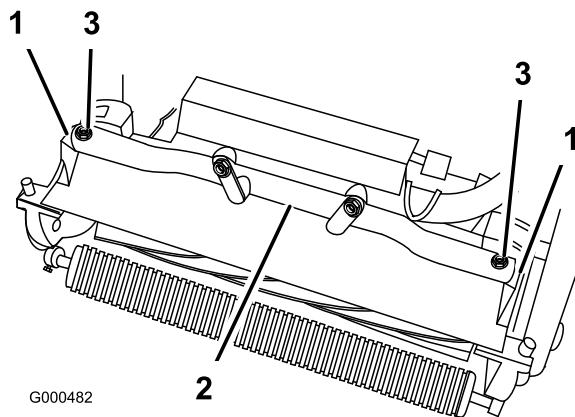

图5
4. 向前旋转主机框架 (图5)，直至其与滚刀组旋转臂完全接合。
5. 使用 2 颗 M10 x 25mm 螺栓将主机框架固定至滚刀组旋转臂上 (图5)。